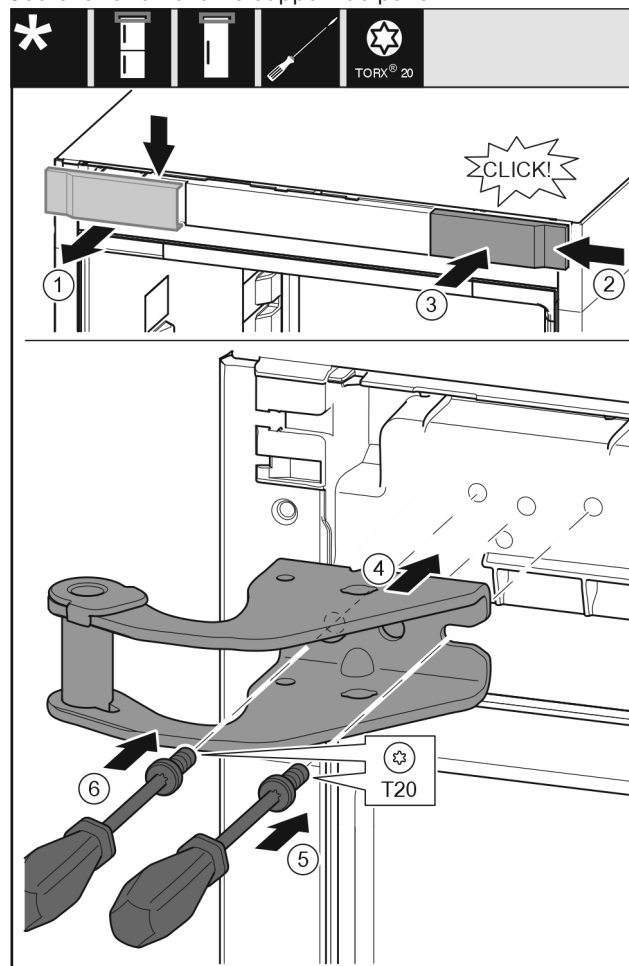

Fig. 10
- ▶ Retirer le cache du haut vers l'avant. Fig. 10 (1)
- ▶ Accrocher le cache tourné de 180° de l'autre côté à droite. Fig. 10 (2)
- ▶ Encliqueter le cache. Fig. 10 (3)
- ▶ Mettre en place le support de palier supérieur. Fig. 10 (4)
- ▶ Mettre en place la vis avec un tournevis T20 et la serrer. Fig. 10 (5)
- ▶ Mettre en place la vis avec un tournevis T20 et la serrer. Fig. 10 (6)